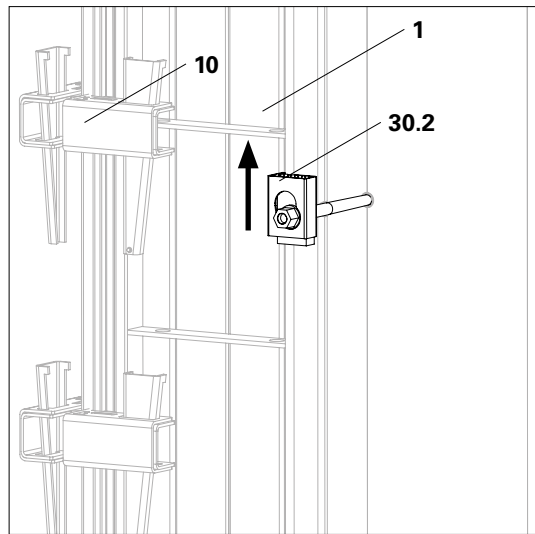

Fig. B3.05
1. Inserire il tirante UNO Plus (30.2) nel pannello per parete UNO Plus (1) in alto e in basso.
2. Spingere verso l'alto la guida di bloccaggio UNO Plus (30.2) e mantenerla in posizione. (Fig. B3.05)